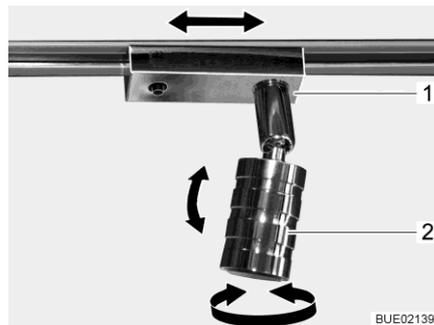

Fig. 83 Faretto
**Orientamento:** ■ Afferrare l'involucro (Fig. 83,2) e girarlo.
**Posizionamento:** ■ Afferrare lo zoccolo (Fig. 83,1) e ruotarlo di ca. 45°.
- Afferrare lo zoccolo (Fig. 83,1) e ruotarlo di 90°.